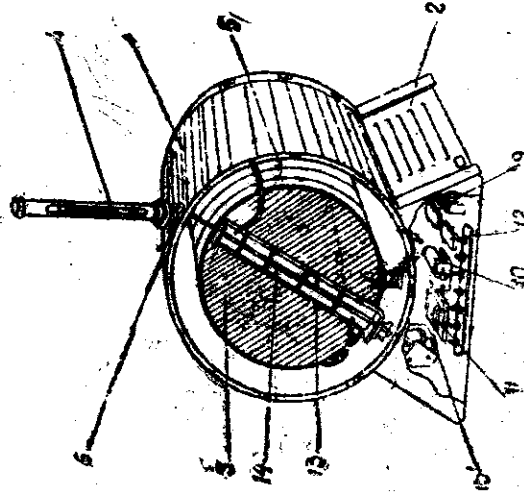

Рис. 1
Шкаф сушильный (рис. 1) состоит из цилиндрического корпуса (1), подставки (2), рабочей камеры (3) и круглой дверцы с поворотным запором.